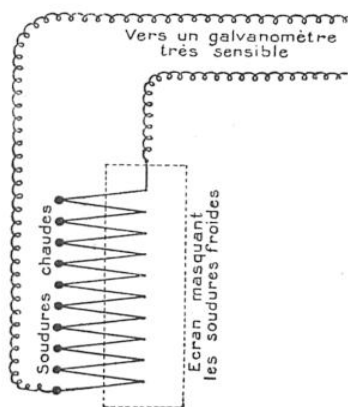

FIG. 5. - UNE PILE THERMO-ÉLECTRIQUE TRÈS SENSIBLE
2° Il est possible de mettre en série 10 ou 20 piles identiques très fines, dont les effets s'ajoutent (fig. 5) ;
Dans l'expérience qui précède, si l'une des soudures s'échauffe, c'est qu'elle reçoit plus de chaleur que l'autre soudure, de la part des objets qui les entourent l'une et l'autre. Mais, si on présente, devant les soudures non protégées de la pile (fig. 5),
(1) On doublerait encore la sensibilité en recevant alternativement (fig. 5) le rayonnement sur l'une et l'autre série de soudures.